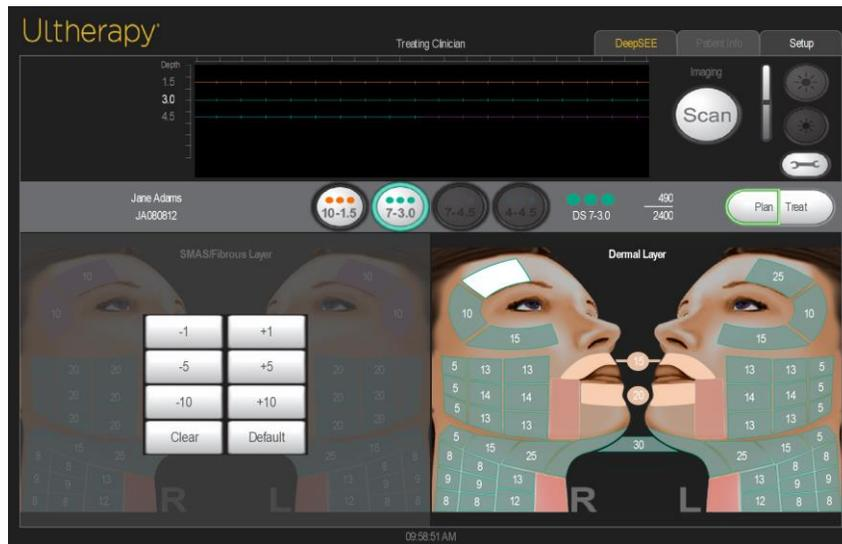

Figura 7.13 - Ejemplo de región seleccionada después de seleccionar el botón **Clear** (Borrar)
7. El botón **CLEAR** (Borrar) borrará el recuento de líneas de tratamiento que se haya ingresado en esa región. El usuario puede seleccionar **CLEAR** (Borrar) en el teclado alternante para dejar una región sin un recuento de líneas de transductor predefinido y no asignar un valor, tal como se muestra en la Figura 7.13.